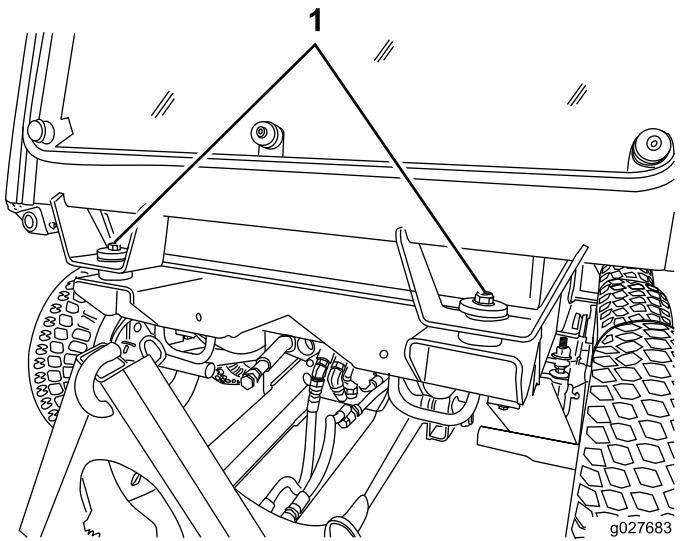
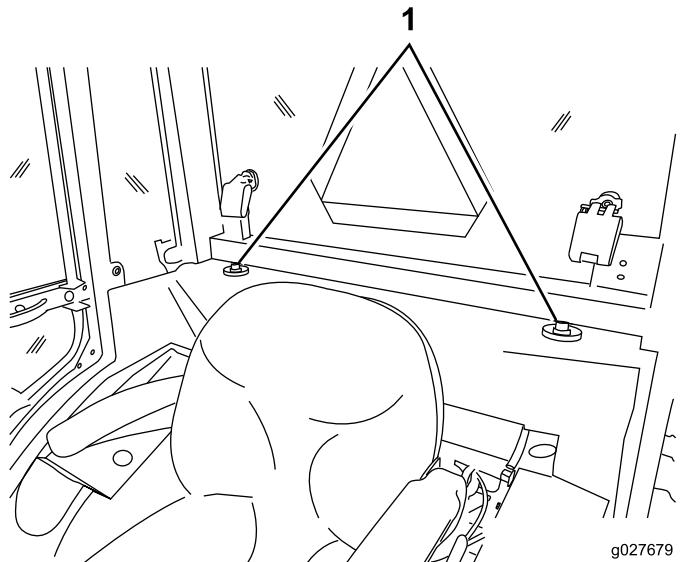

Bild 63
Bild 64
5. Ermitteln Sie die vorderen und hinteren Befestigungsstellen an der Kabine (Bild 63 und Bild 64).